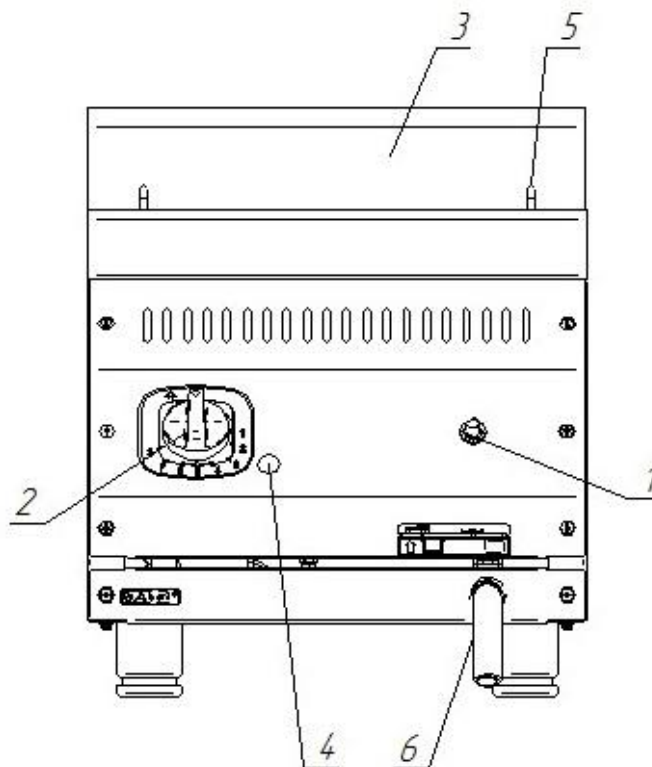

Рис. 1. Газовый мармит
4.1 Устройство газового мармита показано на рис. 1.
Для слива воды с ванны предусмотрен сливной патрубок б (см. рис. 1) находящийся спереди на лицевой панели.
Нажмите на ручку крана-термостата и поверните ее против часовой стрелки, установив символ искры зажигания напротив метки на панели управления (рис.2а). Нажав до упора, произведите поджог газа, выходящего из запальной горелки (пилота) духовки, для чего нажмите на кнопку пьезорозжига. Удерживайте ручку крана-термостата в течение не менее 15 секунд, после чего отпустите. После проведения вышеуказанных операций необходимо проконтролировать наличие горения газа, для чего необходимо посмотреть в смотровое окно 4 (рис.1), в котором можно наблюдать наличие пламени. Пламя должно быть устойчивым. Если пламя не горит, повторите операцию.